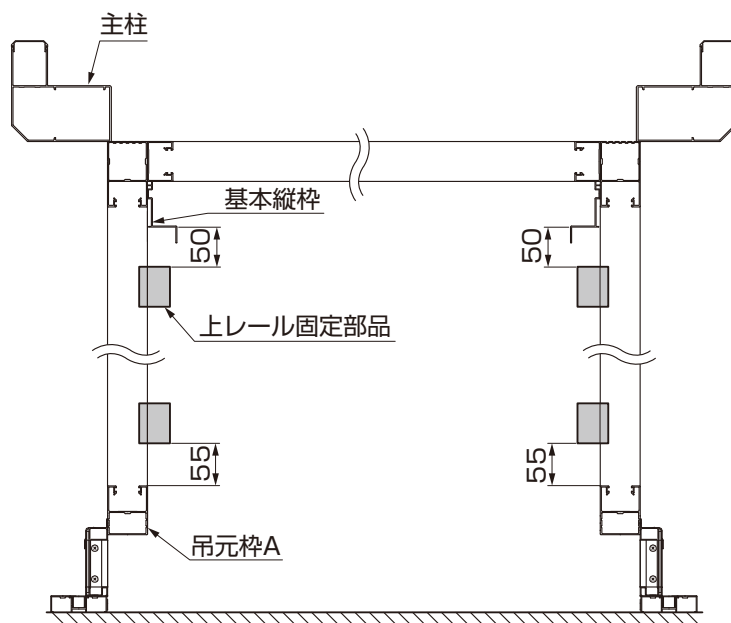

図1-2
- ① 固定した基本縦枠の戸当り面から50mmと吊元枠Aから55mmの位置に両端の上レール固定部品を取付けてください。（図1-2参照）